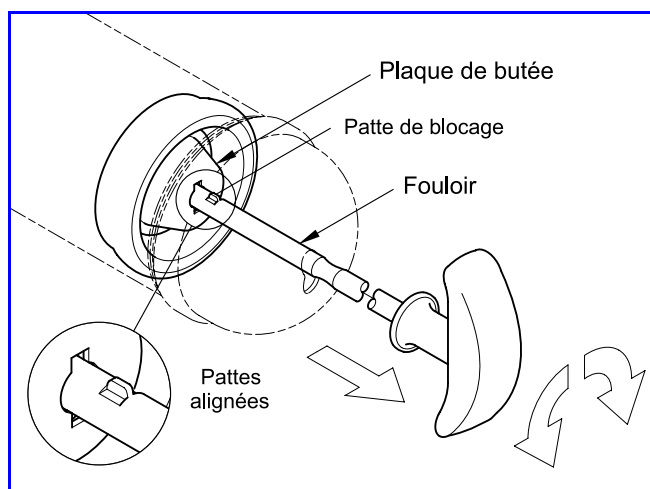

Figure 3 Pattes de blocage de la tige du fouloir alignées sur la plaque de butée
2. Tirer le fouloir au fond du cylindre. Tourner la tige en même temps de manière à permettre aux pattes de blocage de sortir par la plaque de butée. Se reporter à la **figure 3**.
1. Tirer le fouloir au fond du cylindre. Tourner la tige en même temps de manière à permettre aux pattes de blocage de sortir par la plaque de butée. Se reporter à la **figure 3**.